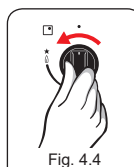

Fig. 4.4
1. Aperte e gire o botão para a esquerda até a estrela (Fig. 4.4).